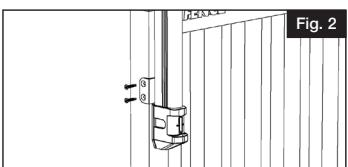

Fig. 2
Mientras se mantiene el cerrojo en posición a la altura deseada en el poste del portón, instale (2) tornillos #10 de 1" en el soporte "A" inferior (Fig. 2).